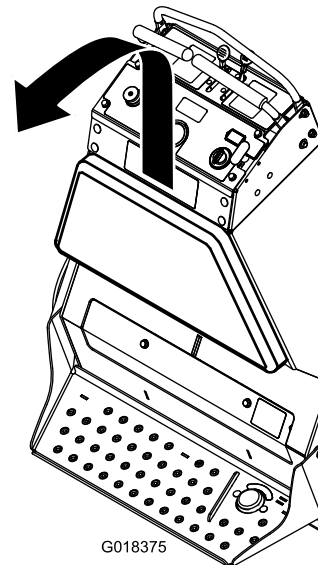

Figura 6
5. Levante y tire hacia atrás del cojín para retirarlo (Figura 6).